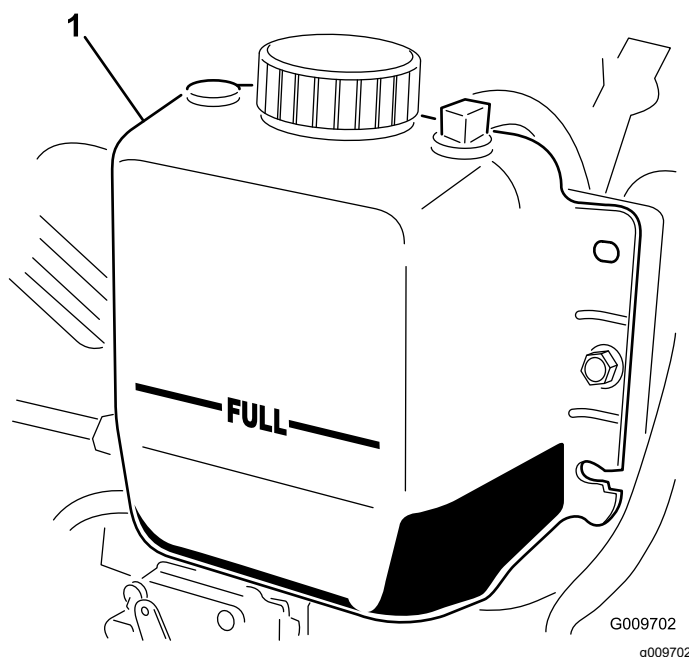

Figura 116
3. Compruebe el nivel de refrigerante del radiador. El radiador debe llenarse hasta la parte superior del cuello de llenado, y el depósito de expansión debe llenarse hasta la marca LLENO (Figura 116).